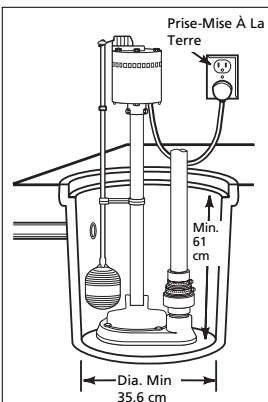

Figure 2
3. Installer la pompe dans une fosse de taille minimum telle qu'indiquée. (Voir Figure 2.) Construire la fosse de tuiles, béton, acier ou plastique.
d'argile, terre, gravier ou de sable. Ces surfaces contiennent des particules de gravier et de sable etc., qui peuvent obstruer ou endommager la pompe et causer la panne (Voir Figure 2).